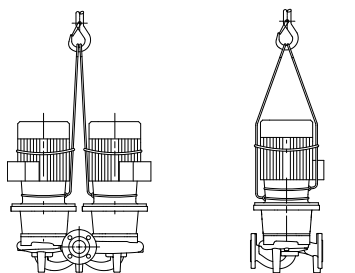

Fig. 7: Elevación de la bomba
- En este caso, las argollas de transporte del motor sólo sirven como guía durante la suspensión de la carga (Fig. 7).